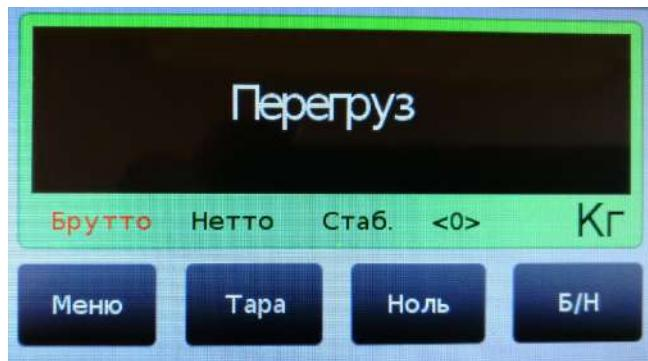

Рис. 9.2. Перегрузка весов.
9.6. Если вес груза на грузоприёмном устройстве весов превышает установленное значение максимальной нагрузки **Max** весов белее, чем на 10 единиц дискретности индикации веса, на дисплее Преобразователя появляется предупреждающая надпись «**Перегруз**», см. рис. 9.2.